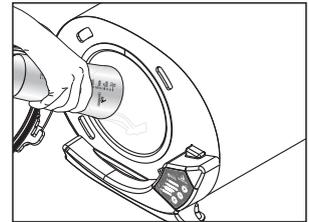

Fig. 11
- a► Conecte a autoclave à rede elétrica e pressione , os LEDs se iluminarão alternadamente e 4 bips soarão. Utilize o copo dosador para colocar 100 ml de **água destilada** dentro da câmara (vaso de pressão) **antes** de cada ciclo (Fig. 11).